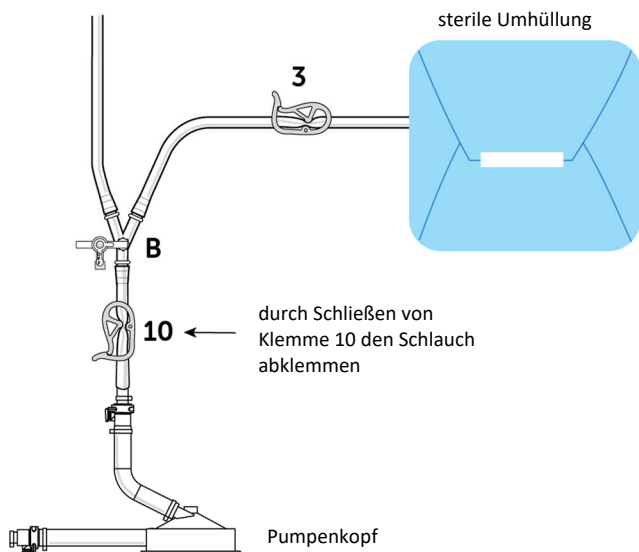

Abbildung 14
- (a) Schliessen Sie die Klemme vor der Pumpe (10), öffnen Sie die Doppelballon-Katheterschlauchklemme (3), öffnen Sie den Kochsalzlösungsschlauch (Klemme 1 oder 2) und den Absperrhahn „B“, damit die heparinisierte normale Kochsalzlösung in den Füllschlauch nur bis Klemme 3 fließen kann, siehe Abbildung 14. Wenn der Absperrhahn-Schlauch und der Doppelballon-Katheterschlauch bis Klemme 3 vorgefüllt sind, Klemme 3 und den Absperrhahn schliessen. **Verhindern Sie, dass die sterile Umhüllung mit überschüssiger heparinisierten normalen Kochsalzlösung gefüllt wird.**